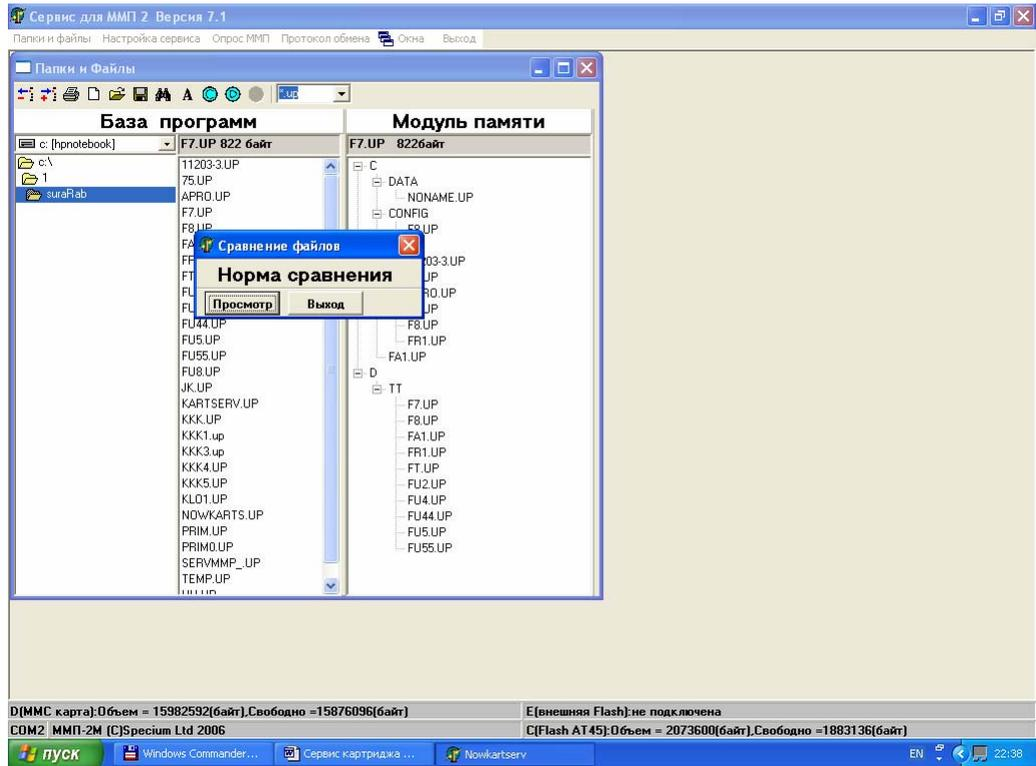
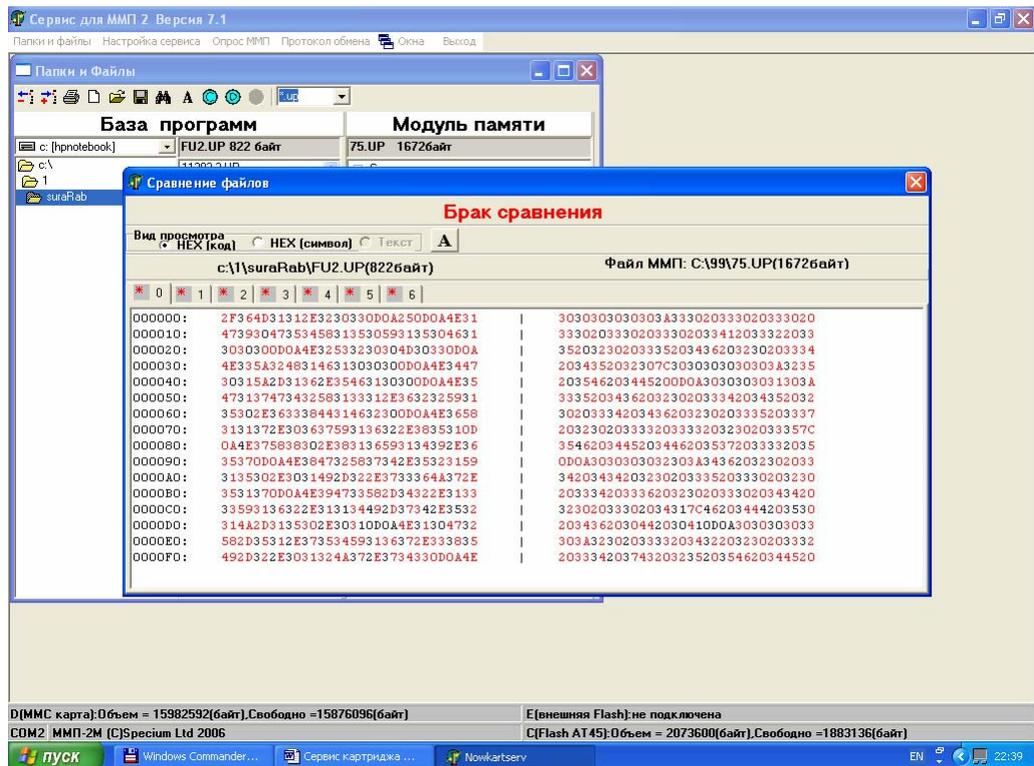

Рисунок 21. Окно «Сравнения файлов». Результат сравнения.
Рисунок 22. Окно «Сравнения файлов». Развернутое сравнение данных.
- в открывшемся (рисунок 21) окне «Сравнение файлов» нажать кнопку «Просмотр», для детального просмотра сравниваемых данных (рисунок 22) или закрыть окно «Сравнение файлов».